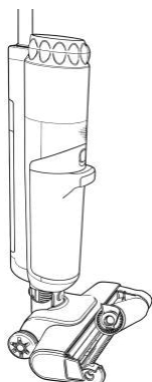

Fig. 10
1. Lijn de groef aan de rechterzijde van de rolborstel uit met de geleiding in de vloerborstel (Fig. 10).